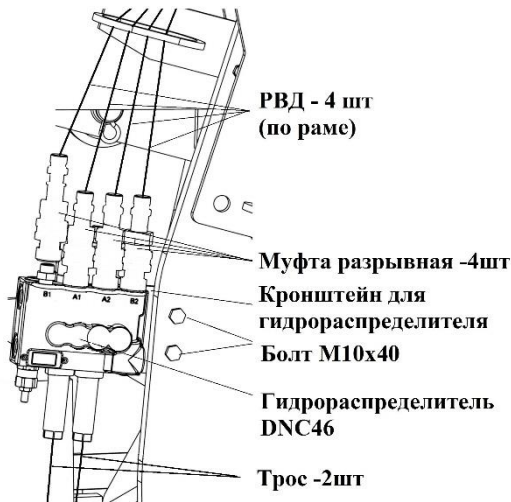

Рис.6
6. Через имеющиеся в полу кабины трактора отверстия с правой стороны пропустить наружу троса джойстика. Выбрать и отрегулировать удобное место расположения самого джойстика по пазам кронштейна и затянуть гайками и шайбами. С правой стороны погрузчика по ходу трактора на стойки панели отсоединить РВД от БРС сверху и снизу отсоединить противоперегрузочный и замедлительный клапана с тройниками, снять БРС и открутить пластину под БРС и снять кронштейн с панели, вместо него установить кронштейн КУН 2000.00.429 для крепления гидрораспределителя, при помощи болтов М10х50, гаек и шайб. Сам гидрораспределитель прикрутить тремя болтами М8х16 и шайбами к кронштейну. (см. рис.6, 7)
8. В отверстия гидрораспределителя «Р» и «Т» вкрутить штуцера 3/8\* с прокладками (из комплекта). На отверстие А1. В1, А2. В2 установить БРС (муфты разрывные) с прокладками (рис.6). Четыре рукава по правой стороне рамы погрузчика (проходят в полости рамы от трубопроводов на поперечной трубе) подсоединить с распределителем через БРС, строго по порталам. Линия А2.В2-линия подъема-опускания.